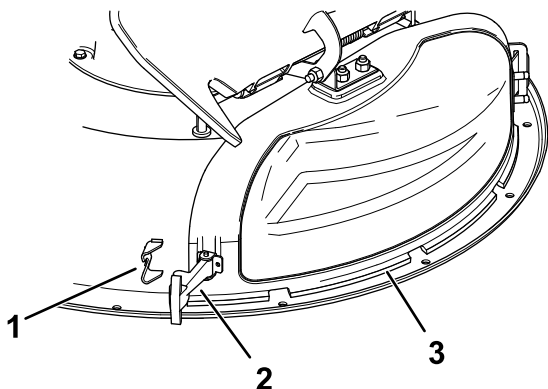

Figura 11
3. Solte o trinco flexível do fixador do trinco na cobertura de descarga e rode a cobertura de descarga para a direita (Figura 11).
- Prenda a cobertura de descarga à plataforma encaixando o trinco flexível na cobertura de descarga no retedor na plataforma (Figura 11).